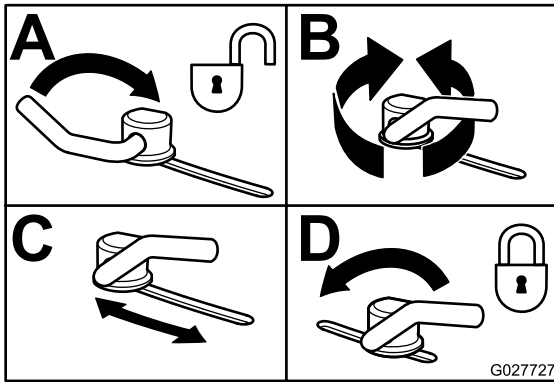

Figure 32
3. Pour régler les verrous à came, soulevez le levier pour desserrer le verrou (Figure 32).
5. Repoussez le levier à sa position d'origine pour serrer le déflecteur et les verrous (Figure 32).